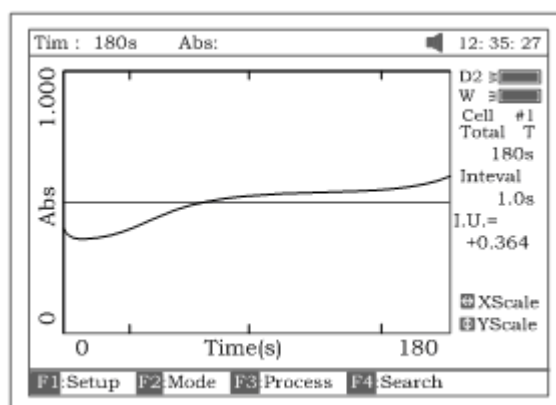

Рисунок 58
- Нажмите клавишу **[F3]** для обработки данных и войдите в поля «Время начала» (Begin Time), «Время окончания» (End Time) и «Коэффициент» (Factor). Значения будут рассчитаны в международных единицах (I.U.) (рис.58). Будет рассчитана усредненная прямая между временем начала и временем окончания. Угол отклонения этой прямой определяет скорость изменения  $\Delta A/\text{min}$ .